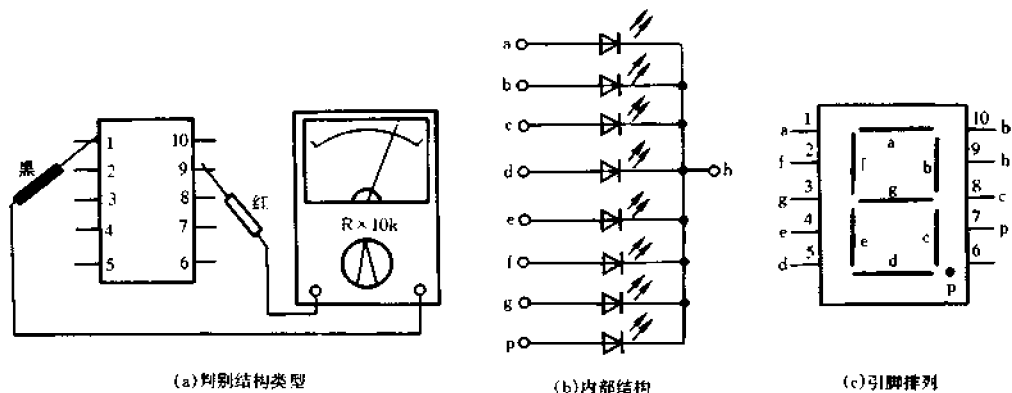

图 4-294 检测引脚排列不明的 LED 数码管
检测方法如图 4-294(a) 所示。将万用表置于  $R \times 10k$  挡, 黑表笔接在①脚, 然后用红表笔去接触其他各引脚, 只有当接触到⑨脚时, 数码管的 a 笔段发出一很小光点, 指针大幅度摆动(指示数值为  $30k\Omega$  左右), 而接触其他脚则无光点, 指针也不摆动。由此可知, 被测管是共阴极结构类型, ⑨脚是公共阴极, ①脚则是 a 笔段的引出脚。
仍使用万用表  $R \times 10k$  挡, 将红表笔固定接在⑨脚, 用黑表笔依次接触②、③、④、⑤、⑧、⑩、⑦脚时, 数码管的 f、g、e、d、c、b、p 笔段先后分别发出光点, 且万用表指针大幅度摆动。据此绘出该数码管的内部结构和引脚排列(面对笔段的一面), 如图 4-294(b)、(c) 所示。